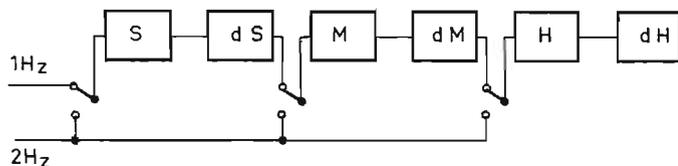

Fig. 2
2. Remise à l'heure : schéma synoptique (Fig. 2).